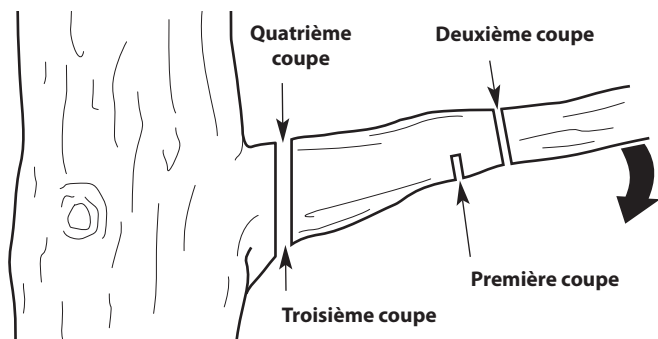

Fig. 9
2. Faites la première coupe à environ 15 cm (6 po) du tronc de l'arbre. Coupez vers le haut, à partir de la face inférieure de la branche. Utilisez le haut de la barre de guidage pour faire de cette coupe. Coupez jusqu'au tiers du diamètre de la branche (Fig. 9).
3. Faites la deuxième coupe de 5 à 10 cm (2 à 4 po) plus loin sur la branche. Coupez vers le bas, à partir de la face supérieure de la branche. Utilisez le bas de la barre de guidage pour faire de cette coupe. Coupez complètement la branche (Fig. 9).
4. Faites la troisième coupe aussi près du tronc d'arbre que possible. Coupez vers le haut, à partir de la face inférieure de la souche. Utilisez le haut de la barre de guidage pour faire de cette coupe. Coupez jusqu'au tiers du diamètre de la branche (Fig. 9).
5. Faites la quatrième coupe directement au-dessus de la troisième coupe. Coupez vers le bas, à partir de la face supérieure de la souche. Utilisez le bas de la barre de guidage pour faire de cette coupe. Coupez complètement la branche afin d'aller rejoindre la troisième coupe (Fig. 9). Cela supprimera la souche.